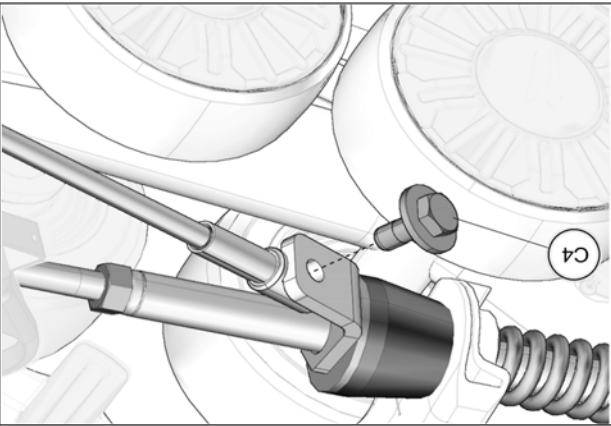

Fig. 30
22. Tourner légèrement le volant dans le sens contraire jusqu'à ce que le câble puisse être fixé à la plaque de support en utilisant le boulon (C4) fourni. Serrer à un couple de 35 N•m [24 lb•pi]. Voir la Fig. 30. Effectuer le même exercice du côté droit.